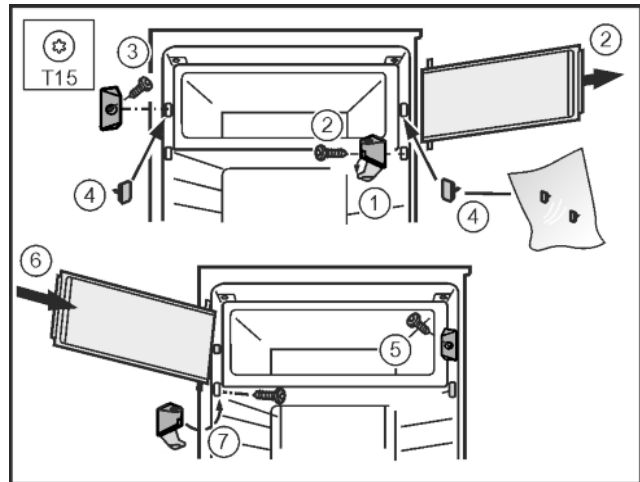

Fig. 14
- ▶ Kryt na stojanu ložiska vyklopte pryč. Fig. 14 (1)
- ▶ Sejmутí dveří mrazničky: Šroubovákem T15 odšroubujte stojan ložiska. Fig. 14 (2)
- ▶ Šroubovákem T15 odšroubujte uzavírací kus. Fig. 14 (3)
- ▶ Uvolněné otvory uzavřete přiloženými zátkami. Fig. 14 (4)
- ▶ Pomocí šroubováku T15 namontujte uzavírací kus. Fig. 14 (5)
- ▶ Dvířka mrazničky nasad'te shora. Fig. 14 (6)
- ▶ Namontujte stojan ložiska a kryt přiklopte. Fig. 14 (7)